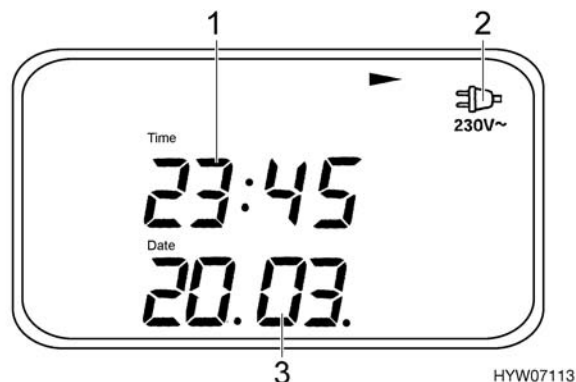

Fig. 120 Menu base (pagina 1)
Il menu base (Fig. 120) appare sempre dopo l'accensione con l'interruttore principale a 12 V (Fig. 118,8). Quando si premono i tasti il display si illumina automaticamente.
- Controllo rete (Fig. 120,2) il simbolo appare quando si allaccia l'autocaravan all'alimentazione a 230 V.
- Data (Fig. 120,3)
- Ora (Fig. 120,1)